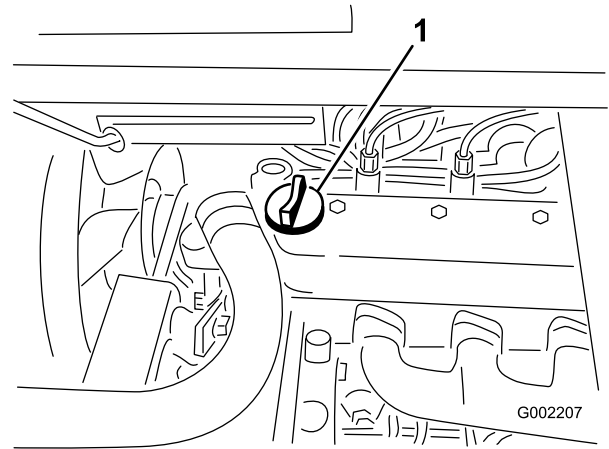

Figura 17
3. Si el nivel de aceite es bajo, retire el tapón de llenado de la cubierta de la válvula (Figura 17) y añada aceite por el orificio hasta que el nivel llegue a la marca Lleno de la varilla; el tipo y la viscosidad correctos figuran en la sección Mantenimiento del aceite